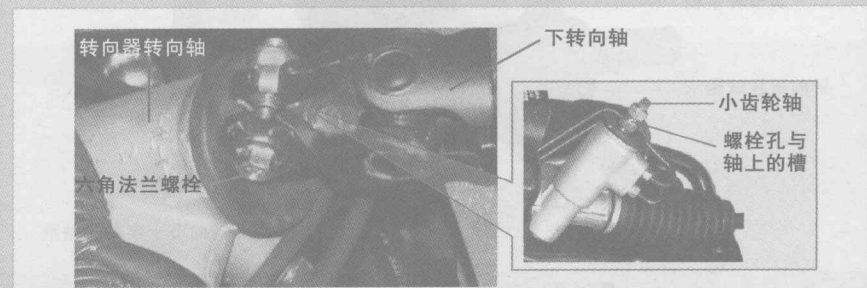

图2-21 下转向轴与转向器转向轴的安装
3) 将转向球头的下端送进小齿轮轴并将螺栓孔与轴上的槽对齐，松松地套上下部连接螺栓（图2-21）。确认下部连接螺栓可靠地装入小齿轮轴的槽内。
4) 拉动转向管柱叉球头，确认万向节球头节叉安装到位，然后安装连接螺栓，并将它拧紧至规定力矩（图2-21）。